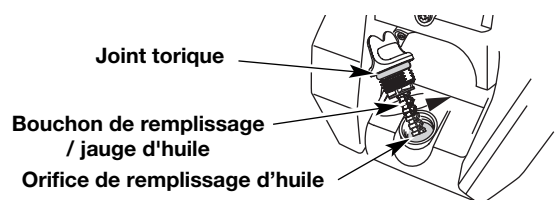

Fig. 3
le contenu de la bouteille d'huile dans le carter-moteur (Fig. 3).
4. Versez tout le contenu de la bouteille d'huile dans le carter-moteur (Fig. 3).